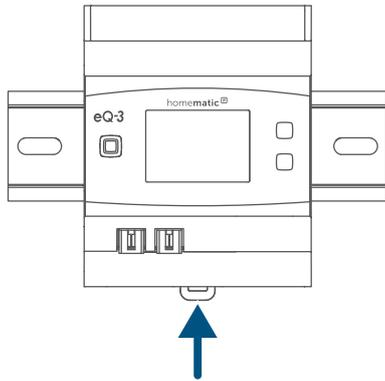

Abbildung 7
- Halten Sie die Systemtaste für 4 s gedrückt *Abb. 7*.